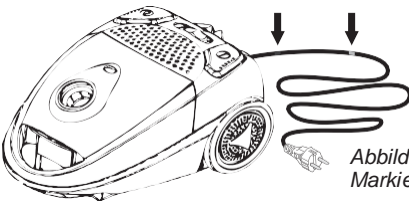

Abbildung 5
5. Das Kabel hat eine gelbe und eine rote Markierung, siehe Abbildung 5. Ziehen Sie das Kabel bis zur gelben Markierung heraus.